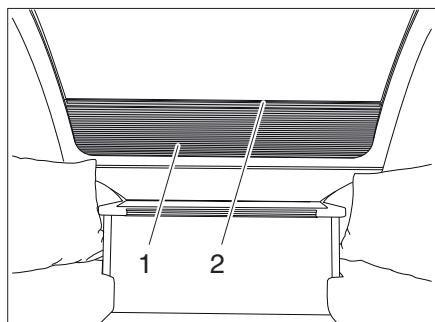

Fig. 40 Store occultant de la fenêtre avant
- Fermer:* ■ Tirer le store occultant vers le haut au niveau de l'encoche (Fig. 40,2).
- Ouvrir:* ■ Tirer le store occultant (Fig. 40,1) vers le bas au niveau de l'encoche (Fig. 40,2).